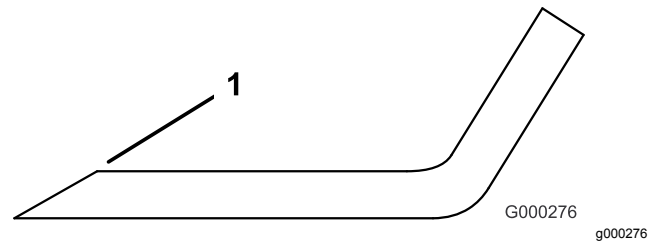

Bild 32
3. Untersuchen Sie die Schnittkanten aller Messer. Schärfen Sie alle stumpfen und ausgekerbten Schnittkanten. Schärfen Sie nur die Oberseite der Schnittkanten und behalten dabei den ursprünglichen Schnittwinkel bei, um die Schärfe des Messers zu gewährleisten (Bild 32). Das Schnittmesser behält seine Auswuchtung bei, wenn von beiden Schnittkanten die gleiche Materialmenge entfernt wird.